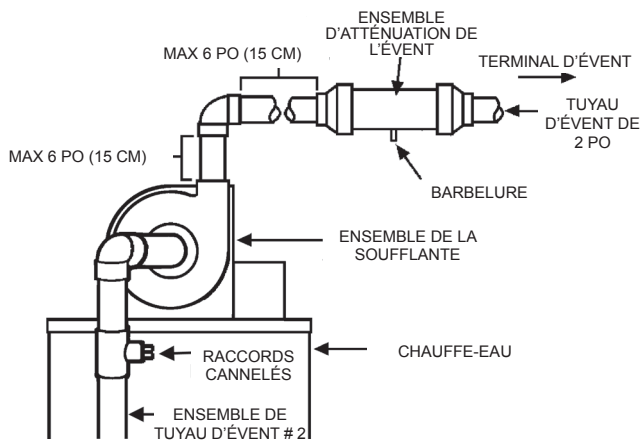

FIGURE 23 : Installation horizontale type
2. En suivant les instructions du fabricant concernant le tuyau de ventilation collez le tuyau en PVC de deux po provenant de la soufflante à l'EAE. S'assurer que le raccord de 1/2 po est sur le côté inférieur de l'EAE. Ceci sera utilisé pour acheminer le tuyau de condensat vers un drain convenable. Voir l'installation de ventilation type à la Figure 23.